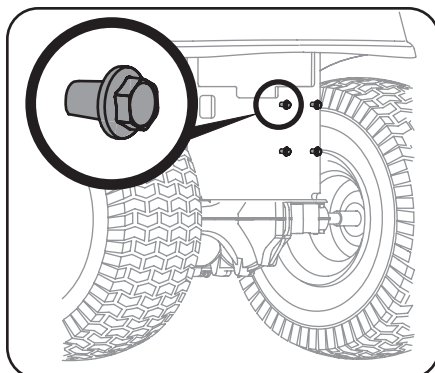

Figure 4-2
1. Insérez les 4 vis à épaulement (738-05243) dans les trous à l'arrière du châssis du tracteur. Voir Figure 4-2.